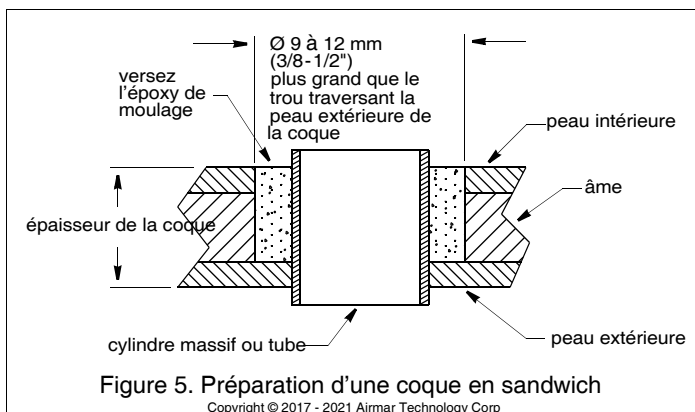

Figure 5. Préparation d'une coque en sandwich
2. Avec une scie cloche Ø 51 mm ou 2", découpez le trou depuis l'extérieur de la coque sans aller au-delà de la peau extérieure (figure 5).